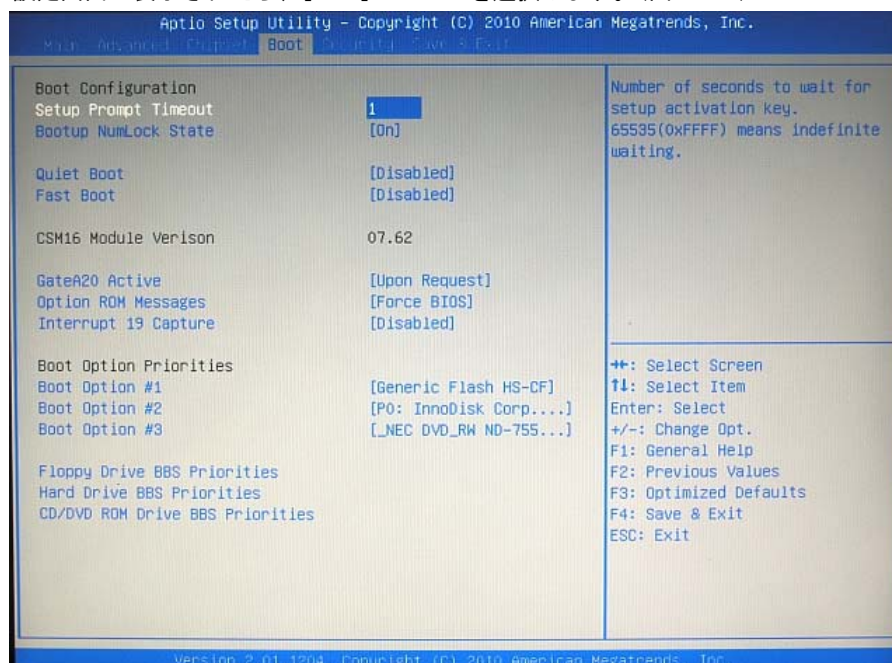

図 6-1-1. BIOS 設定 Boot メニュー
- ① LAN ケーブルが接続されている場合は、LAN ケーブルを取り外してください。
- ② USB メモリ、SD カードなどのストレージメディアが接続されている場合は、ストレージメディアを取り外してください。また、サブストレージ（mSATA2）が接続されている場合は、サブストレージを取り外してください。
- ③ USB-DVD ドライブにリカバリ DVD を入れ FC*2*/*3*シリーズ本体に接続します。
- ④ USB キーボードを接続します。
- ⑤ 電源を入れます。BIOS 起動画面が表示されたところで[DEL]キーを押し、BIOS 設定画面を表示させます。
- ⑥ BIOS 設定画面が表示されたら、[Boot]メニューを選択します。（図 6-1-1）